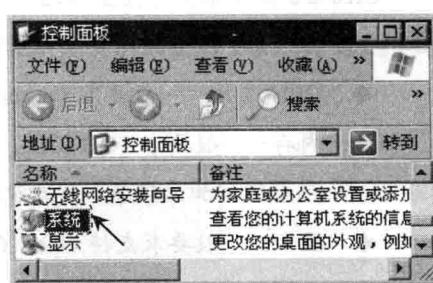

图 1.2.2 Windows 控制面板
- 步骤 02** 在图 1.2.2 所示的控制面板中，双击图标 系统。